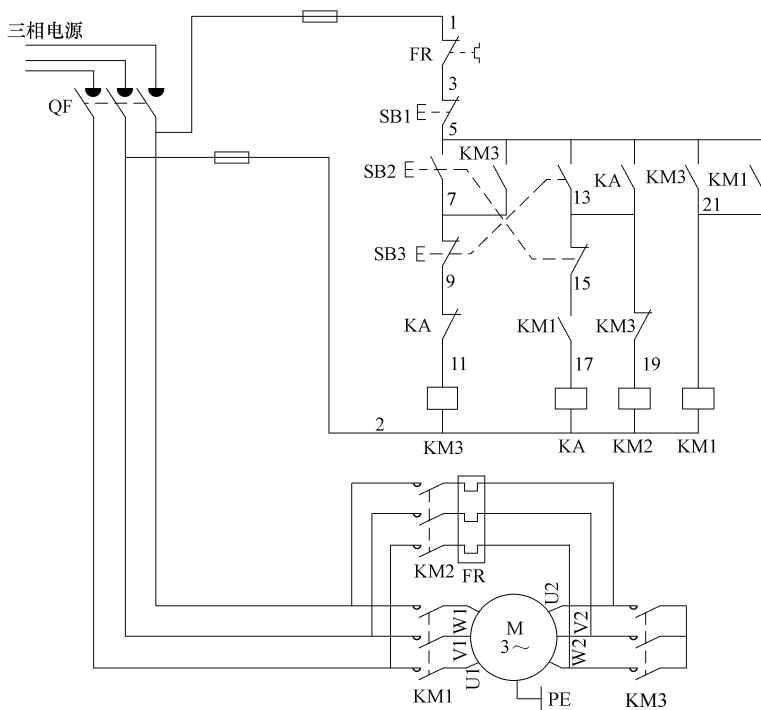

图 1-43 Y-Δ联结减压手动控制电路
Y- Δ 联结减压手动控制电路如图 1-43 所示, 它是一种用于电动机减压起动的电路。它可以将正常运行时定子绕组为三角形 (Δ) 联结的笼型异步电动机, 在起动时临时成星形 (Y) 联结, 待电动机起动后接近额定转速时, 又换成三角形联结运行。此电路适应于空载或轻载起动的电动机使用。此起动电路由于需要手动操作, 所以称为 Y- Δ 联结减压手动控制电路。